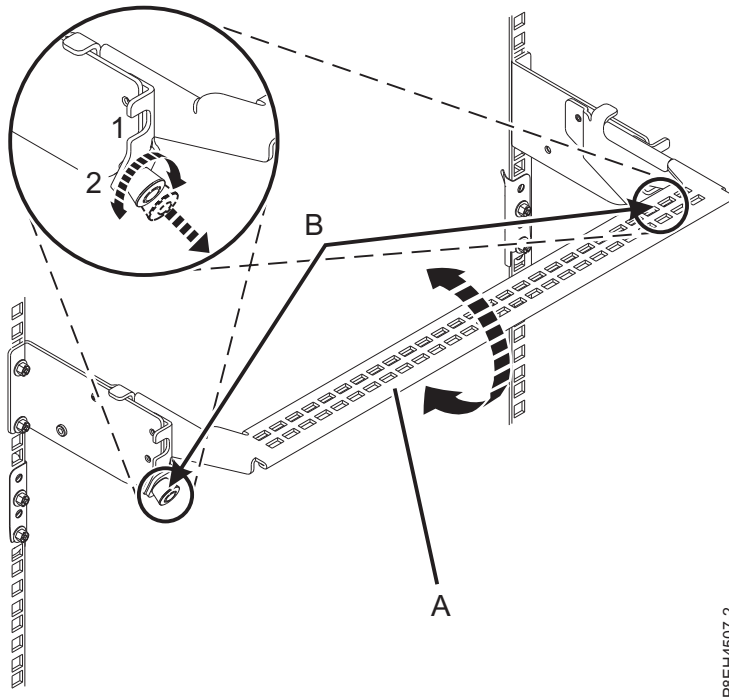

Figura 2. Colocación de la abrazadera portacables en la posición de servicio
5. En la parte posterior del cajón de expansión PCIe3 EMX0, coloque la abrazadera portacables en la posición de servicio. Consulte Figura 2 en la página 3.